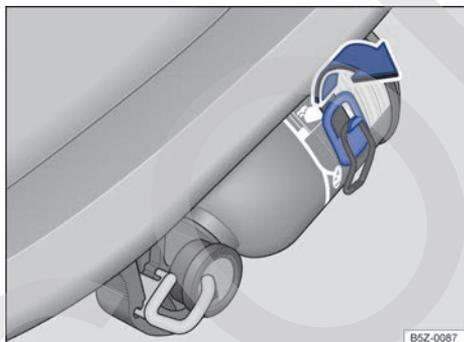

Fig. 146 En el asiento del acompañante delantero: extintor.
- Soltar la abrazadera de fijación, tirando hacia arriba ⇒ fig. 146